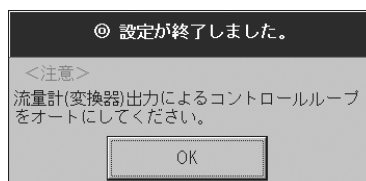

図25
- ⑥ 図25のようなメッセージボックスが現れますので、「OK」ボタンをクリックすれば設定は終了です。